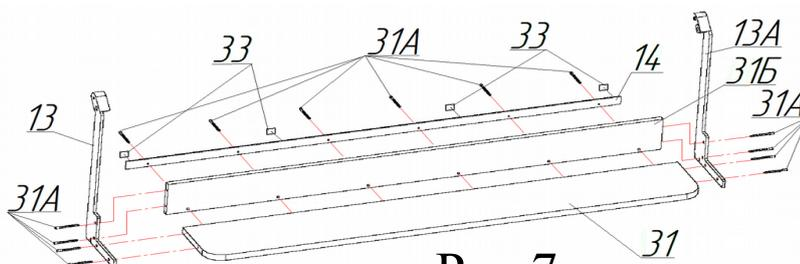

Рис.7
14) Присоединить к полке поз.31 усилитель полки поз.14, стенку заднюю полки поз.31Б и опоры поз.13 и 13А, используя винты-конфирматы поз.31А (см.рис.7). Усилитель полки расположить таким образом, чтобы головки винтов-конфирматов попали в конусные отверстия, а большее расстояние от отверстий на усилителе до кромки усилителя оказалось сверху. Разрезать пополам накладки войлочные поз.33 и приклеить к усилителю полки в соответствии с рисунком 7.